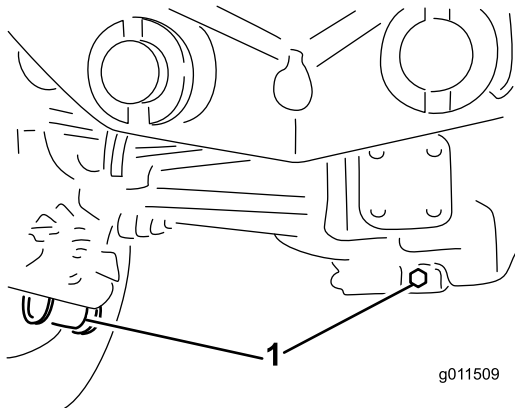

Figura 93
2. Limpe a zona em redor dos 3 tampões de escoamento, 1 em cada extremidade e 1 no centro (Figura 93).